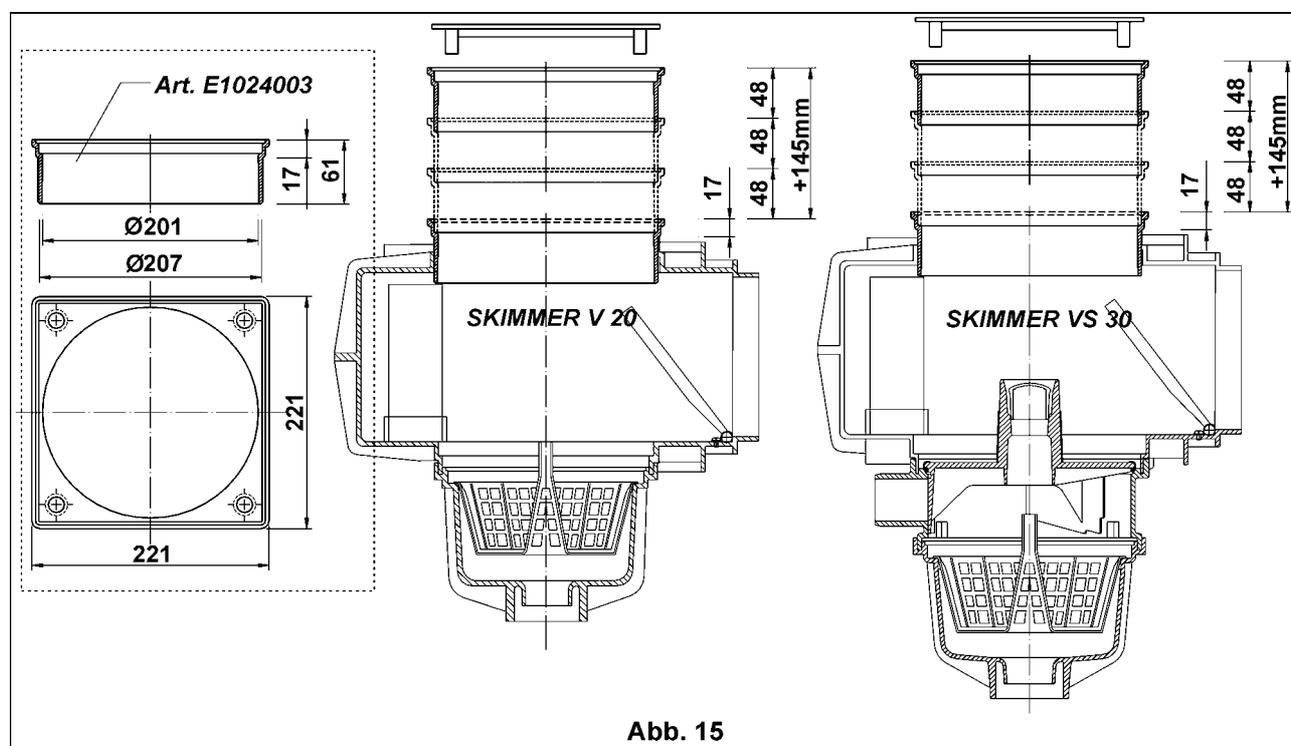

Abb. 15
2.8 Höhenverstellung für V20/ VS30 Art. E1024003 (Abb. 15)